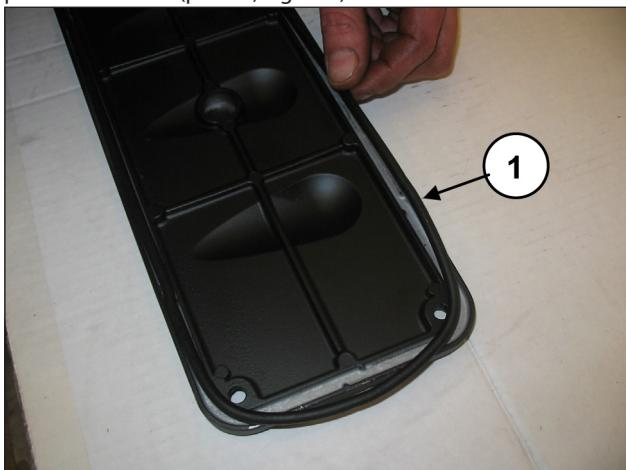
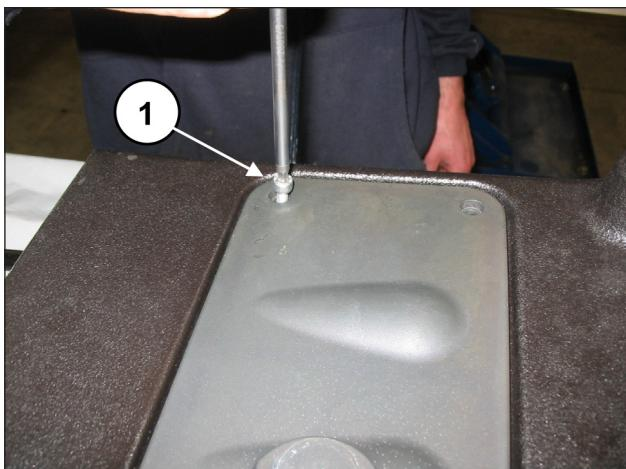

Fig. 163
Fig. 164
Nas coberturas de inspeção, insira o anel circular (pos. ①, Fig. 163) e monte as coberturas mediante o uso de 4+4 parafusos M6x14 (pos. ②, Fig. 164).